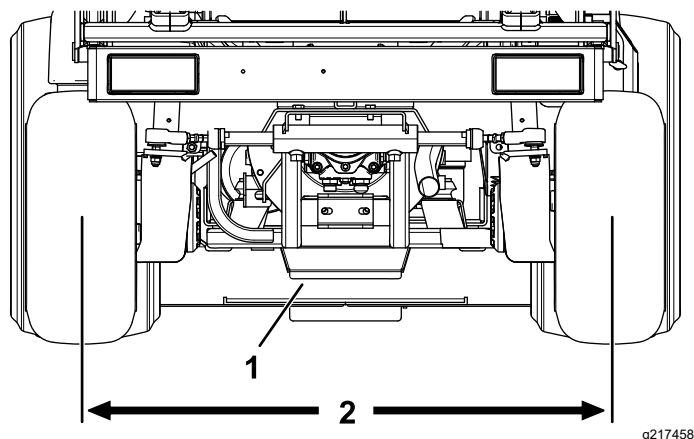

Figura 83
2. Regolate entrambi i tiranti finché la distanza da centro a centro sulla parte anteriore e posteriore delle ruote posteriori non è identica (Figura 83).